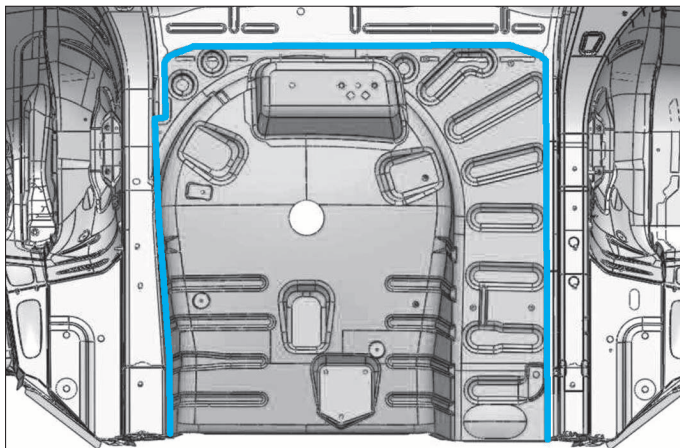

FIG. 112
- un mastic sur les lignes de joints (1) (Fig.112).